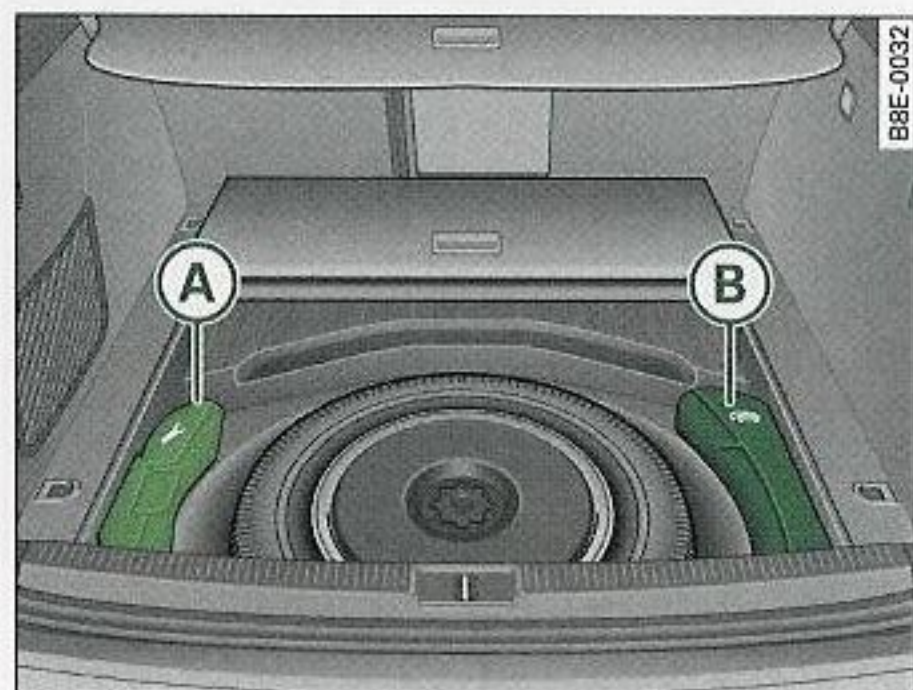
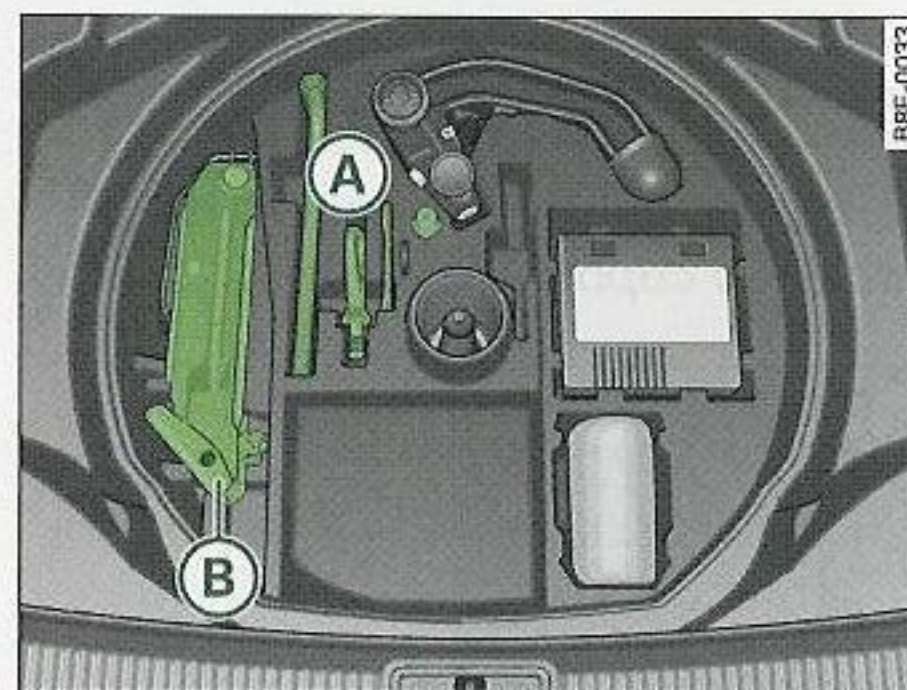

Fig. 244 Vehículos con rueda de repuesto
Fig. 245 Vehículos con juego para reparación de neumáticos
La herramienta de a bordo (A) y el gato (B) ⇒ fig. 244 para vehículos con rueda de repuesto y para vehículos con juego para reparación de neumáticos ⇒ fig. 245 se encuentran en el maletero, debajo de la superficie de carga.